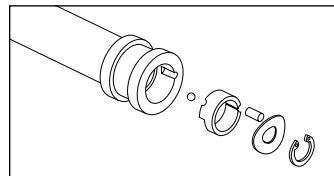

Fig. 3
7. Rimuovere con attenzione la piastra graduata, la rondella ondulata, il perno graduato e la sfera graduata. La sfera graduata è posta sotto la piastra graduata (Fig. 3). Fare attenzione a non perdere la sfera graduata, è piccola ed è molto facile smarirla.